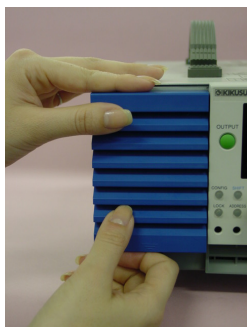

図 7-10 ルーバの取り外し
1. 図 7-10 のように、下から 1 段目を手前に引きながらルーバの上部を下にさげて、パネルからルーバを取り外します。